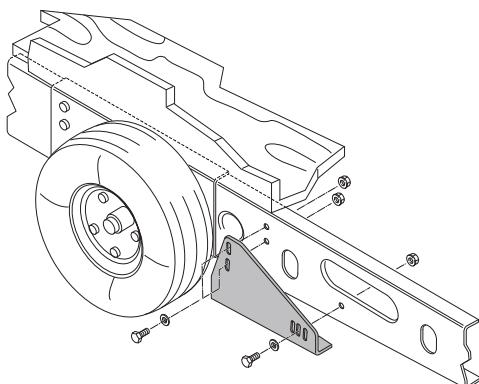

Fig. 13
- Adecuado para caravanas hasta 1800 kg con un chasis AL-KO Vario III / AV con un grosor de bastidor de menos de 2,8 mm (Fig. 13).